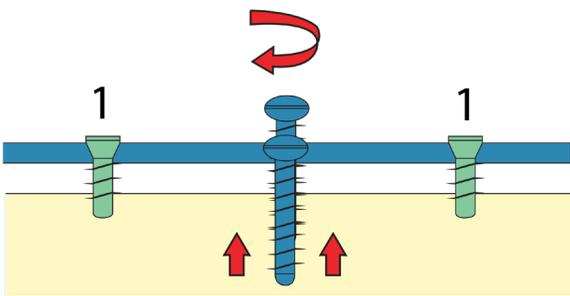

Imagen 8
- Si se han insertado ya tornillos de bloqueo (1) para fijar la placa a un fragmento, no se recomienda insertar después un tornillo de cortical (2) en el mismo fragmento sin haber aflojado y apretado nuevamente antes los tornillos de bloqueo. (véase imagen 8)